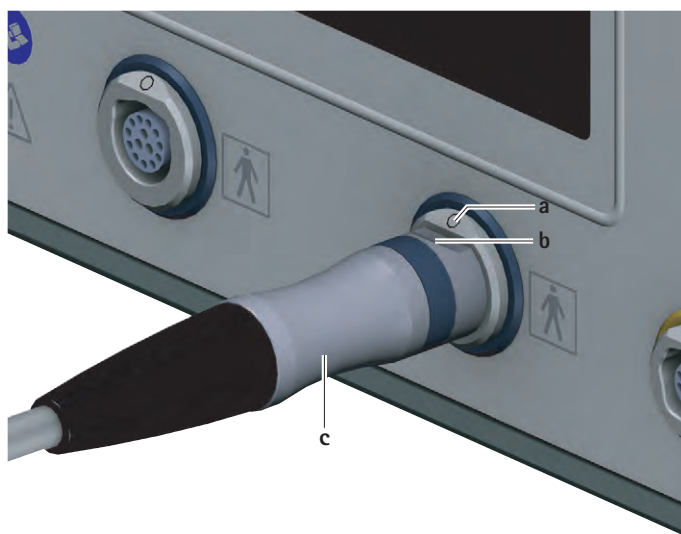

Fig. 3 Collegamento cavo motore
- ▶ Orientare il connettore per la centralina c sul cavo motore in modo che la marcatura b del connettore coincida con quella a presente sulla presa di collegamento dei motori 7, vedere Fig. 3.
- ▶ Estrarre il connettore del cavo motore **c** dalla centralina **7**, vedere Fig. 3.